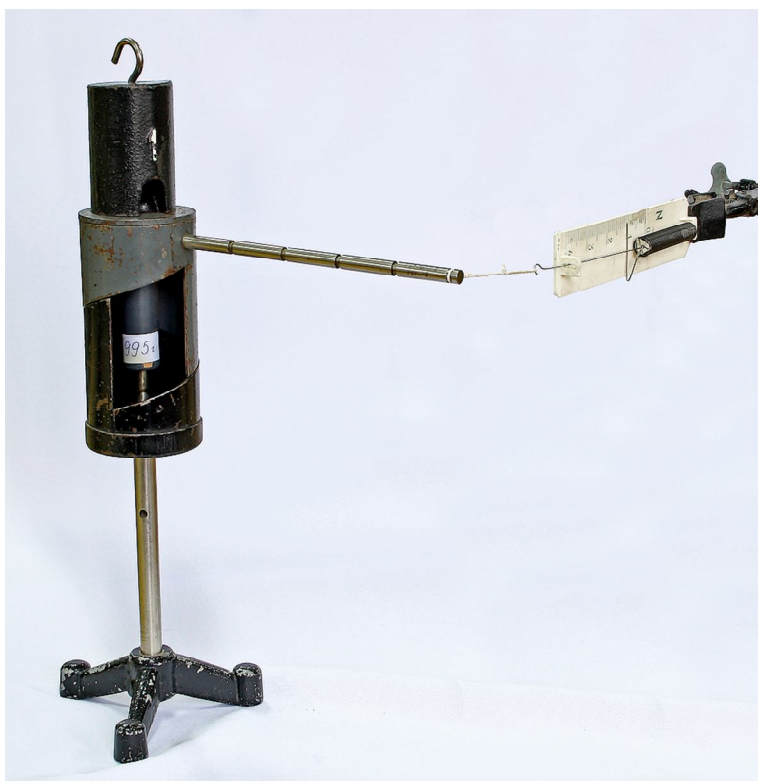

Рис. 11
4. Демонстраційну модель гвинта можна використати для визначення виграшу в силі та ККД при підніманні вантажу гвинтом. На кришку верхнього циліндру приладу поставте важку гирю (рис. 11). До ручки, що відходить від верхнього циліндру, приєднайте динамометр. Тягнувши за динамометр, зробіть півоберта. Слідкуйте, щоб сила, яка діє з боку динамометра на ручку, була перпендикулярна до неї. Визначте, на яку висоту піднялась гиря, та обчисліть шлях, що його пройшла рука, повертаючи ручку. Обчисліть виграш у силі, зміну